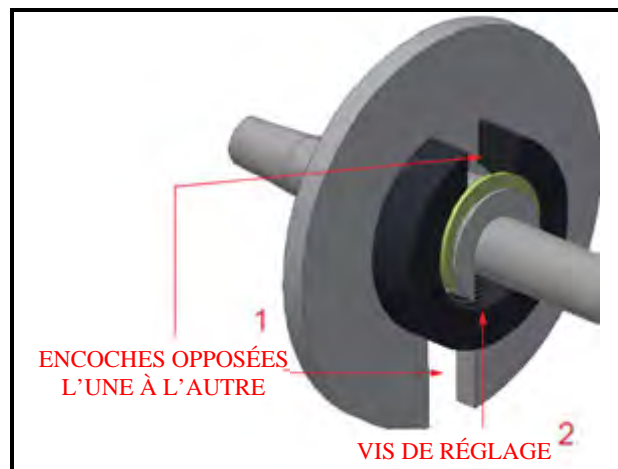

FIGURE 3-3. COLLIER TOURNE ET ENCOCHES OPPOSEES L'UNE A L'AUTRE
5. Tourner le collier de 180 degrés (voir Figure 3-3).